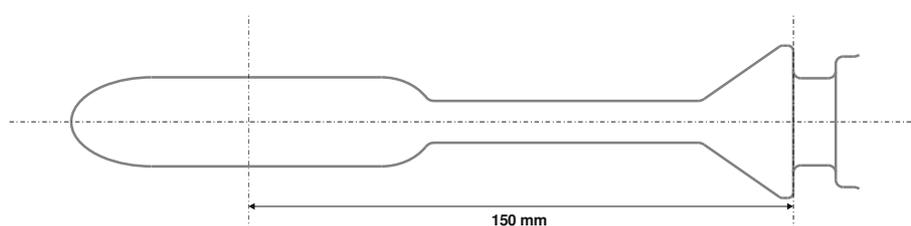

図13: ドロップ形先端部の中心とコンドームを固定するためのコーンリング端部の距離
- ドロップ形先端部の中心をコンドームを固定するためのコーンリング端部から150mmの距離に置く (図13参照)。